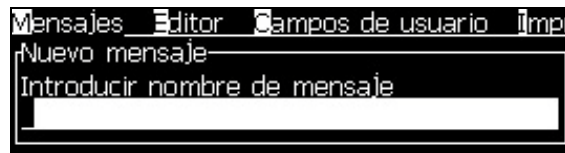

Figura 5-4. Cuadro de diálogo New Message (Nuevo mensaje)
- 2 Seleccione *New Message (Nuevo mensaje)*. Aparecerá el cuadro de diálogo *New Message (Nuevo mensaje)* (consulte Figura 5-4).